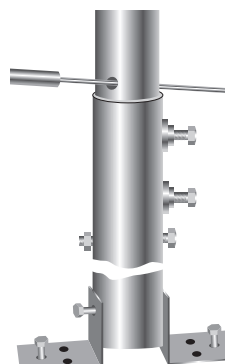

Рисунок 11.
15. Поверните, второе, по счету от подпятника, колено мачты вокруг вертикальной оси до требуемого положения (используйте вороток и специальное отверстие в колене мачты, если оно есть). **Рис. 11.**